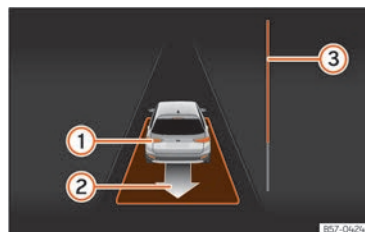

Abb. 130 Am Bildschirm des Kombi-Instruments: parallel zur Fahrbahn ausparken.
- Fahren Sie rückwärts, bis das Dauertonsignal des ParkPilot ertönt; **ODER:** fahren Sie zurück, bis am Bildschirm des Kombi-Instruments die Anzeige zur Vorwärtsfahrt erscheint. Die Fortschrittsanzeige »» (Abb. 130) ③ zeigt den zurückzulegenden Abstand an.